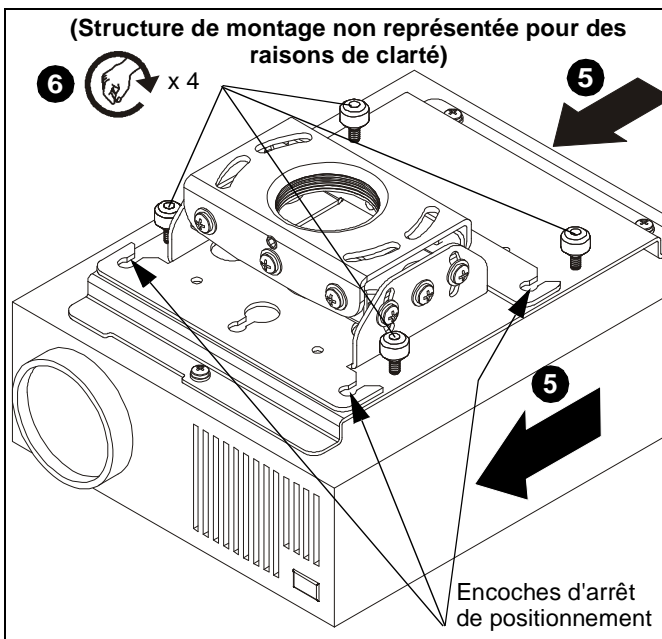

Figure 8
- Alignez les écrous à ailettes de la patte d'interface sur les encoches de positionnement du support pour projecteur RPE. (Voir la Figure 8)
- Faites glisser la patte d'interface avec le projecteur fixé vers la limite des encoches de positionnement. (Voir la Figure 8)